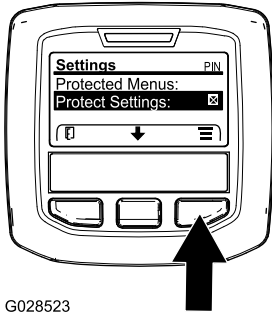

Figura 15
- Desde el menú PRINCIPAL, utilice el botón central para desplazarse hacia abajo hasta el menú CONFIGURACIÓN y pulse el botón derecho (Figura 15).